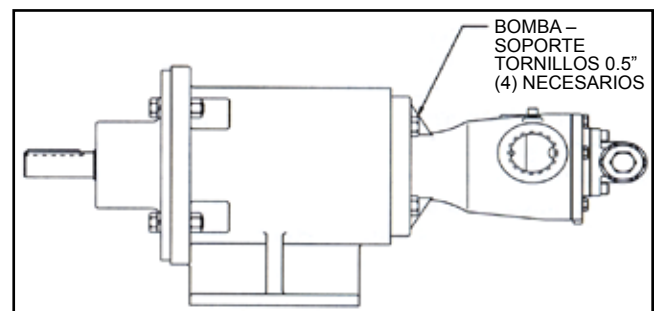

FIGURA 36
5. Termine el montaje sujetando la bomba al soporte (Ver Figura 36). Asegúrese de que el suministro de corriente a la bomba esté "Bloqueado". Compruebe si la bomba gira libremente. Para ello gire las hojas del ventilador del motor o el eje del porta cojinete.